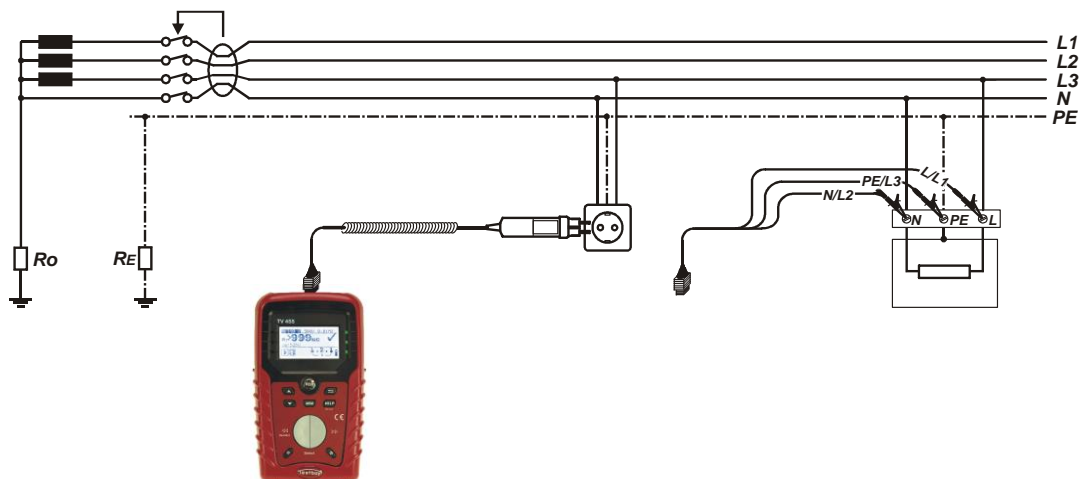

Figure 5.17: Raccordement de la fiche de commande et du cordon de test à 3 fils
- ❑ **Connectez** les fils d'essai à l'élément à tester (voir *figure 5.17*).
- ❑ **Connectez** les fils d'essai à l'élément à tester (voir figure 5.17).
<ul style="list-style-type: none"> <li><input type="checkbox"/> Sélectionnez la fonction RCD à l'aide du sélecteur de fonction.</li> <li><input type="checkbox"/> Régler la sous-fonction AUTO.</li> <li><input type="checkbox"/> Régler les paramètres du test (si nécessaire).</li> <li><input type="checkbox"/> Connecter le câble de test à l'instrument.</li> <li><input type="checkbox"/> Connectez les fils d'essai à l'élément à tester (voir figure 5.17).</li> <li><input type="checkbox"/> Appuyez sur la touche TEST pour effectuer le test.</li> </ul>	Début du test